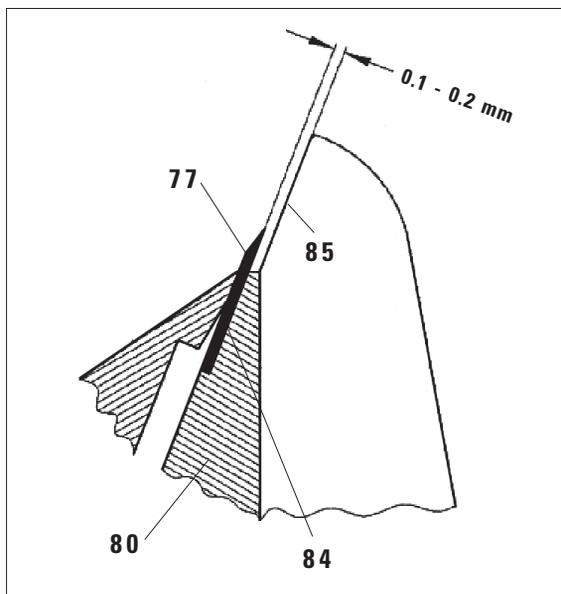

図 30
- ・ ナイフガード (5) を下に倒します。
- ・ 替刃のクランプレバー (89) を下に回します。
- ・ クランプレバー (89) を横から引き出します。
- ・ プレッシャープレート (86) を取り外します。
- ・ 取り付ける際には、プレッシャープレート (86) の上端が後部プレッシャープレート (80) の上端と平行で同じ高さになるように注意してください (31 ページの図 30 を参照)。